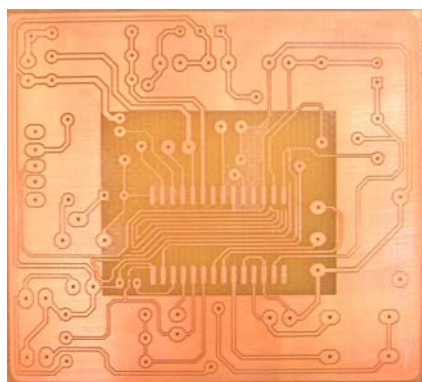

图 3（局部镂空）
- 在电路隔离的基础上，框选或连线选择任意区域局部镂空（图 3）。